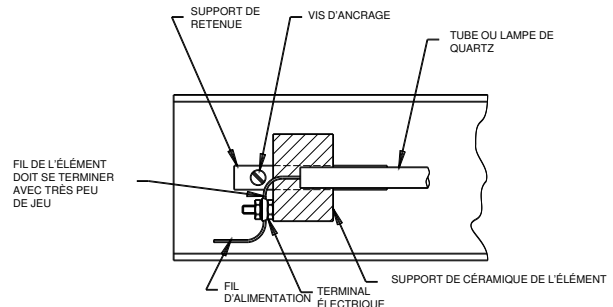

FIG. 2 – INSTALLATION ÉLECTRIQUE POUR RADIATEUR DE QUARTZ
15.0 Suivre la procédure ci-après, réf. Fig. 2, pour un tube ou lampe de quartz lors de l'installation: